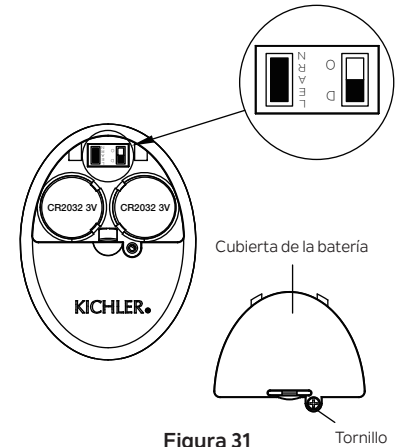

Figura 31 Tornillo
De lo contrario, el control remoto no funcionará. Para realizar este proceso manualmente, siga los pasos a continuación: Después de instalar y cablear la unidad, restaure la energía a su ventilador, presione y mantenga presionada la tecla LEARN (Aprender) durante 1-3 segundos, el ventilador se encenderá a velocidad media y la luz (si está instalada) se encenderá. Esto confirma que se ha completado el proceso de aprendizaje. Esta operación debe completarse dentro de los 30 segundos después de restaurar la energía al ventilador. (Figura 31)
NOTA: Asegúrese de que el interruptor deslizante en el compartimiento de la batería marcado “D O” esté en la posición “D”. (Figura 31)
Paso 4. Vuelva a colocar la cubierta de la batería y apriete con un destornillador. (Figura 31)